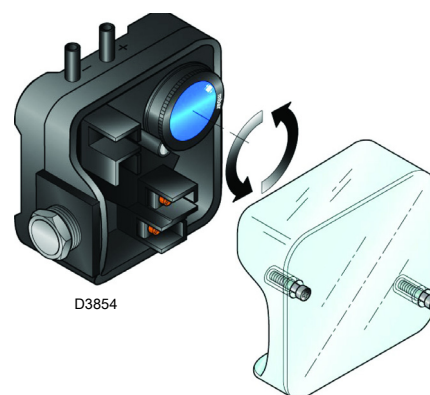

图 20
- 调节风压开关 (图 20) 到量程的起始位置。
应在完成所有上述燃烧器调节后再调节风压开关 (图 20)，此时风压开关应设定在量程的起始位置。